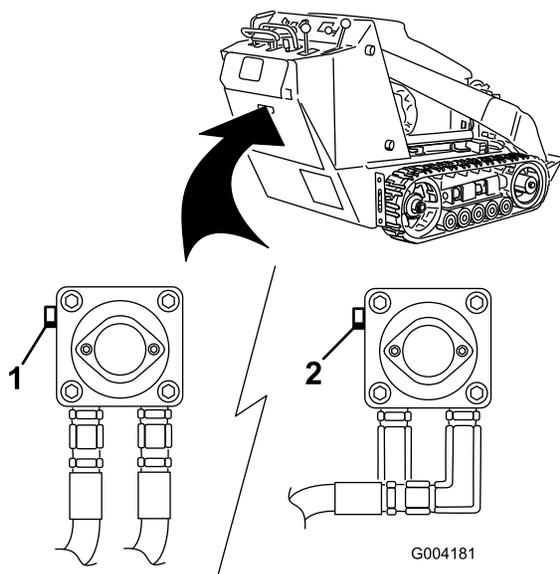

Рисунок 17
3. Используя гаечный ключ, дважды поверните буксировочные клапаны на гидравлических насосах против часовой стрелки (Рисунок 17).